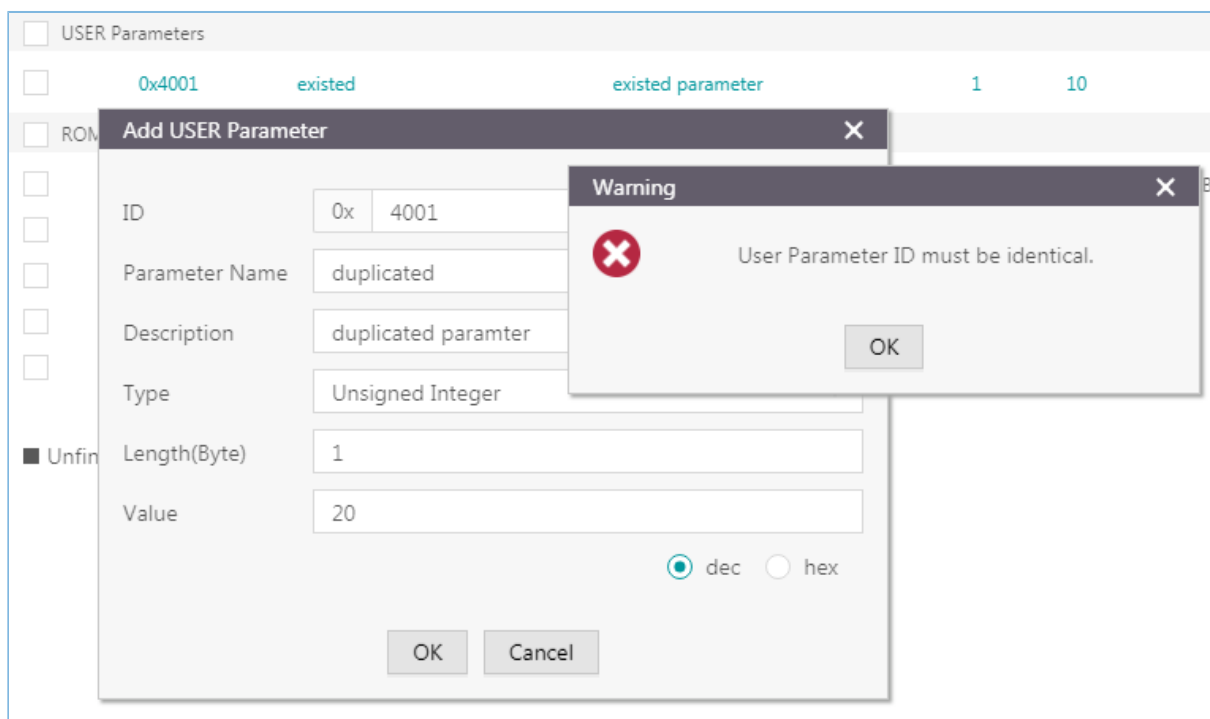

图 3-41 参数ID重复
- 新增参数的ID不能与列表中已有的参数ID相同。若相同，则将弹出警告提示信息，如图 3-41所示。